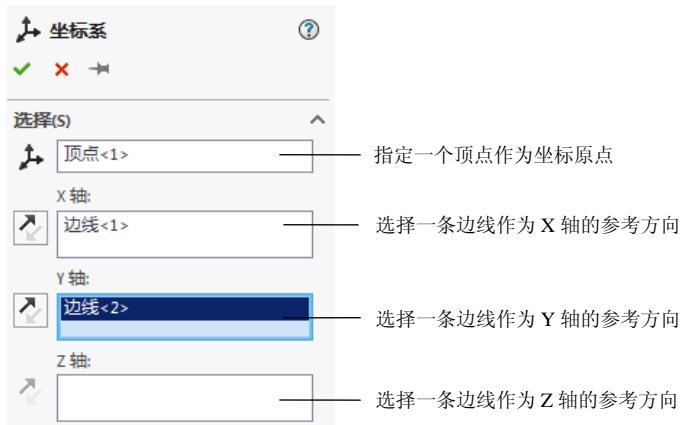

图 5.15.16 “坐标系”对话框
Step2. 选择命令。选择下拉菜单 $\text{插入(I)} \rightarrow \text{参考几何体(G)} \rightarrow \text{坐标系(C)...}$ 命令（或单击“参考几何体”工具栏中的 \square 按钮），系统弹出如图 5.15.16 所示的“坐标系”对话框。